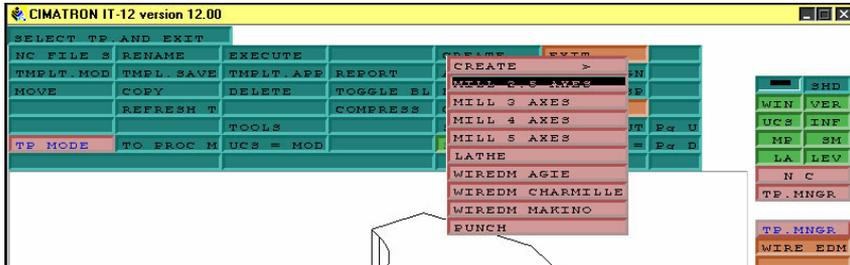

Рисунок 14
9. Нажимаем CREATE>>MILL 2.5 AXES (рис.14).